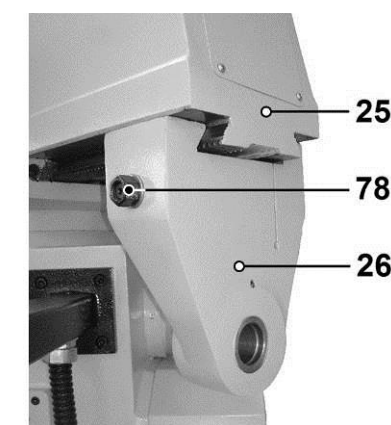

Рис. 24
9.10.1. Для настройки станка для горизонтального фрезерования ослабьте гайку (78) зажимного устройства подвески (серьги) и выведите по направляющим хобота (25) подвеску (серьгу) (26) (Рис. 24).